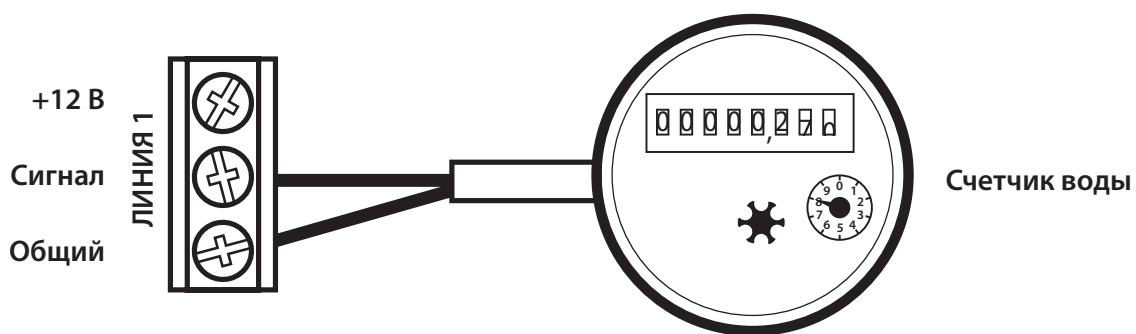

Рис. 5. Схема подключения прибора учета воды (счетчик) к модулю управления ProW+WiFi
- Приборы учета воды подключаются на одно из мест подключения датчиков контроля протечки воды (рис. 5). Конфигурирование входов (датчик или счетчик воды) осуществляется в приложении SST Cloud смартфона.